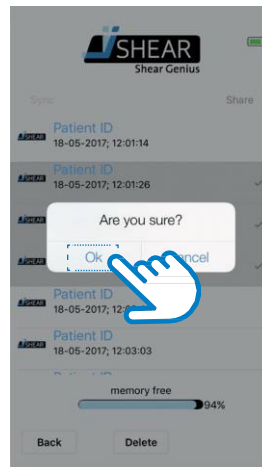

Figure 34a – OKを押す
7. ポップアップ画面上の'OK'を押し、お使いのデバイス(スマートフォン/タブレット)及びiShearとiShear app(Figure 34a参照)から完全にLogを消去します